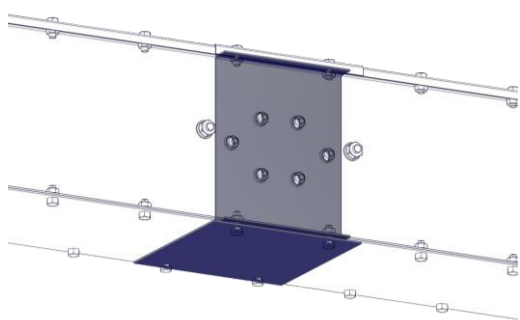

Fig. 2
5. Fig. 2) Efterhånden som kædetransportøren samles, trækkes kæden op over bærejernet i hver anden forlænger og ned på bunden i hver anden. Kæden trækkes herefter rundt om kædehjulene i enderne. Kæden samles løbende med medfølgende samleled.